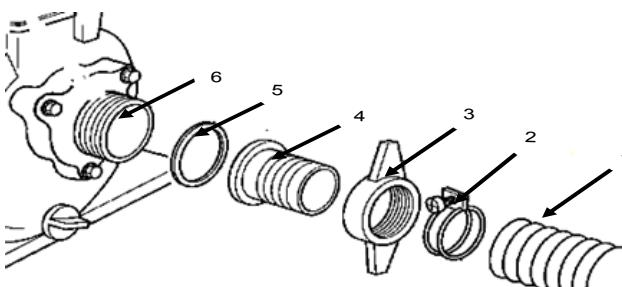

Рис.8
Установите всасывающий патрубок(4) через уплотнительную прокладку (5) к фланцу насоса(6) и плотно затяните гайку фланца(3). Рис.8. Наденьте до упора всасывающий рукав(1) на патрубок и затяните его хомутом(2).